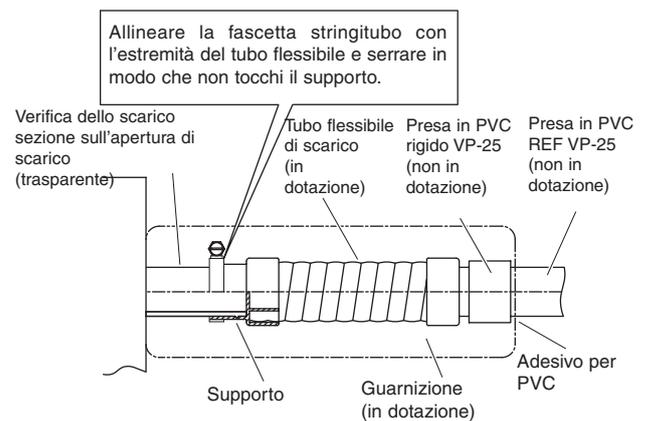

Fig. 3-63
(1) Preparare un tubo standard in PVC rigido (D.E. 32 mm) per lo scarico e usare il tubo flessibile e la fascetta stringitubo in dotazione per impedire le perdite d'acqua. Il tubo in PVC deve essere acquistato separatamente. La apertura di scarico trasparente dell'unità permette di verificare il drenaggio dell'acqua. (Fig. 3-63).
- **Serrare le fascette del tubo flessibile in modo che i loro dadi di bloccaggio siano rivolti verso l'alto. (Fig. 3-63).**